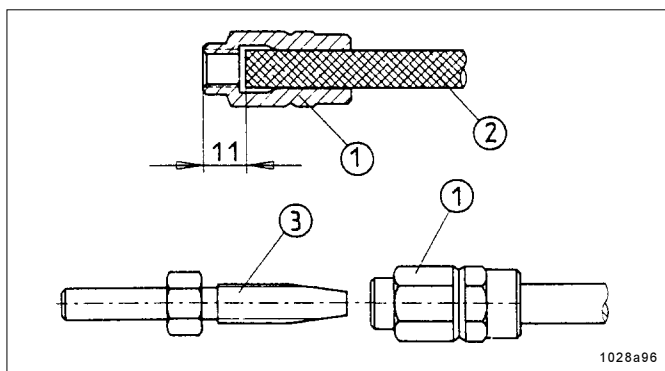

Abb. 31 - Vormontage der Schraubhülsen und Schlauchstutzen auf die Hauptleitung
* Schraubhülse 1, Abb. 31, linksdrehend auf den Hochdruckkunststoffschlauch 2 drehen, bis das gezeigte Maß von 11mm erreicht ist. Danach den Schlauchstutzen 3 in die Schraubhülse 1 einschrauben.